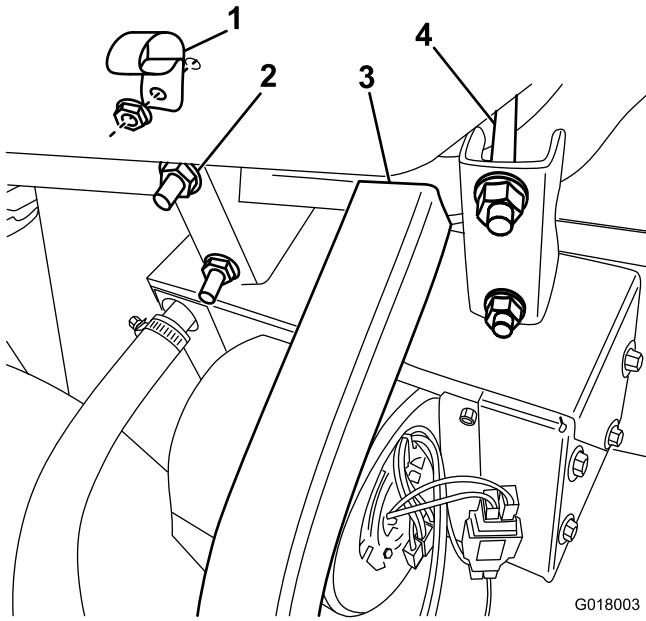

Figura 16
3. Conecte el conjunto de calentador y soporte al tubo delantero del bastidor, junto al bastidor en U, con las abrazaderas cuadradas y las tuercas suministradas (Figura 16).
- 4. Sujete la abrazadera en R a la guantera con un tornillo con arandela prensada y una tuerca (Figura 16).